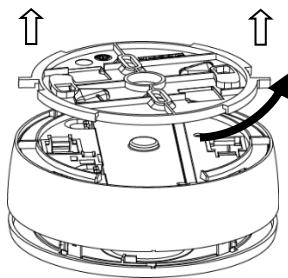

Figura 6
2. Rimuovere la staffa di fissaggio dal rilevatore ruotandola in senso antiorario e quindi sollevandola (*vedere Figura 6*).